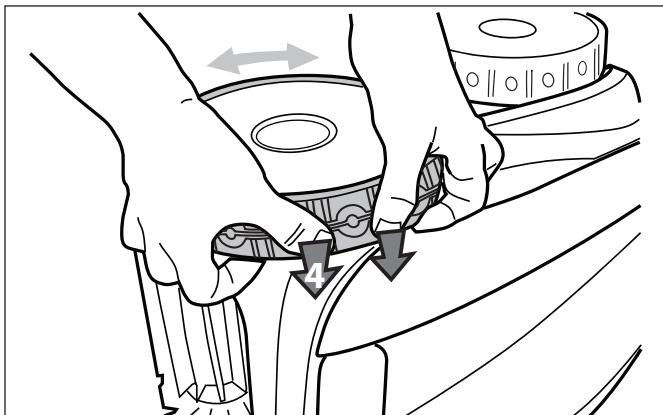

Figura 41. Empuje el neumático dentro de la rueda
6. Empuje y coloque la costilla de la parte interior del neumático en la ranura de la rueda. Vea Figura 41. Si es necesario, gire el volante con suavidad para ayudar con la instalación.